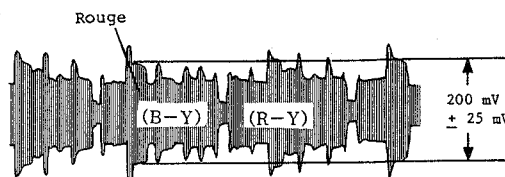

Fig. 4-10
11) Réglage du niveau de chrominance (Figs. 4-10, 4-52)